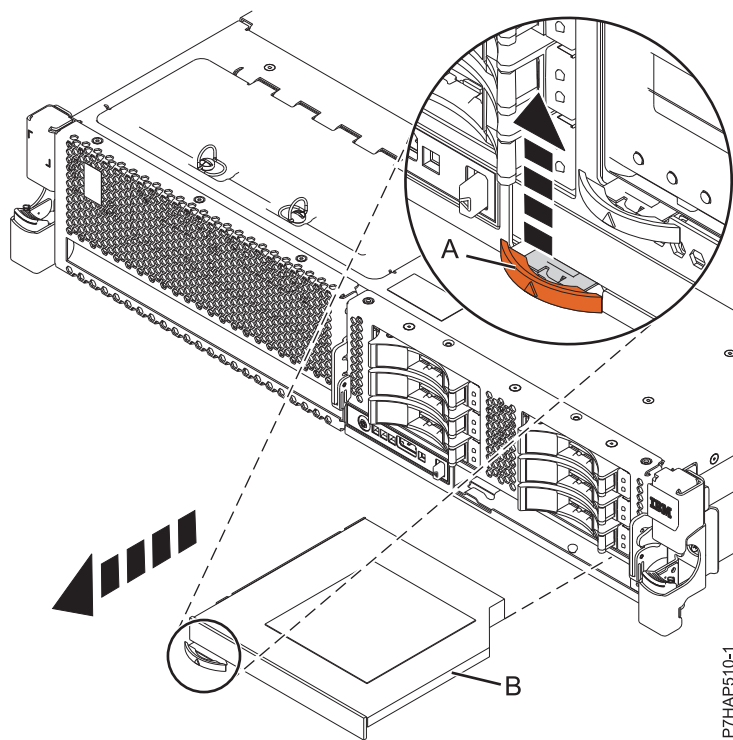

図 4. ディスク・ドライブ・バックプレーンからのスリムライン・メディア・デバイスの取り外し
- a. タブ (A) でブラケットをメディア・デバイスのサイドに位置を合わせます。 このブラケットは、ねじ、クリップ、または他の締め付けデバイスでは取り付けられません。 タブと摩擦によって所定の位置に保持されています。
- b. 小さなタブをメディア・デバイス (B) のスロットに位置を合わせ、デバイスとクリップを一緒に挿入します。 次に、タブ (A) が所定の位置にロックされるまで押します。 ご使用のシステムの構成に応じて、図 4 または 5 を参照してください。